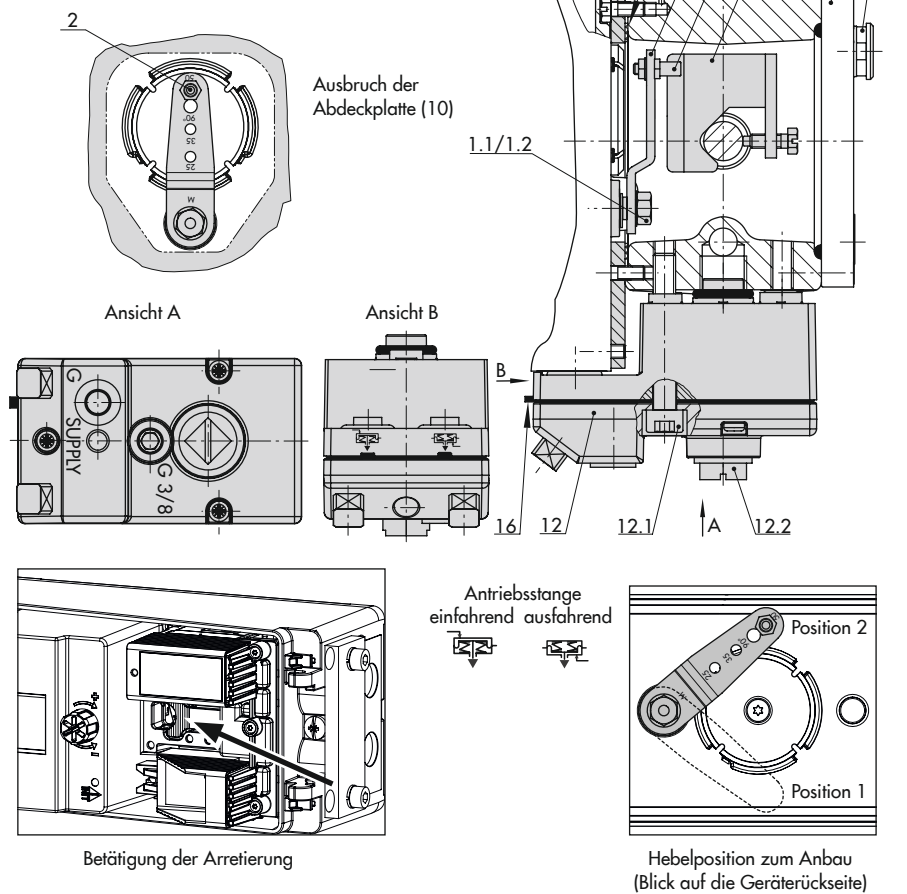

Bild 5-15: Direktanbau an Antrieb Typ 3277 mit 175 bis 750 cm²
Um die Stellungsreglerwelle beim Anbau an das Ventil zu arretieren, mit einem Schlitzschraubendreher in die Nut der Grenzkontaktbaugruppe eingreifen und Welle in Position 2 halten, vgl. Bild 5-15.
- Vgl. Bild 5-15
1. Mitnehmer (3) an die Antriebsstange setzen, ausrichten und so festschrauben, dass die Befestigungsschraube in der Nut der Antriebsstange sitzt.
2. Abdeckplatte (10) mit schmaler Seite des Ausbruchs in Richtung zum Stelldruckanschluss befestigen, die aufgeklebte Flachdichtung (14) muss zum Antriebsjoch zeigen.
3. Stiftposition des Abtaststifts (2) am Hebel M (1) kontrollieren. Anbausituation den Hubtabellen entnehmen und Stift ggf. umsetzen (vgl. Kap. 5.2.1).
4. Formdichtung (15) in die Nut des Stellungsreglergehäuses einlegen.
5. Hebel so lange gegen den Uhrzeigersinn drehen, bis die Federkraft spürbar (Position 1) ist und anschließend in die Position 2 (vgl. Bild 5-15, unten rechts) weiterdrehen.
6. Arretierung der Welle betätigen (vgl. Bild 5-15, unten links), um Hebel in Position 2 zu halten.
7. Stellungsregler an der Abdeckplatte so aufsetzen, dass der Abtaststift (2) auf der Oberseite des Mitnehmers (3) zu liegen kommt. Der Hebel (1) muss mit Federkraft auf dem Mitnehmer aufliegen.
9. Arretierung der Welle des vorbereiteten Stellungsreglers betätigen (vgl. Bild 5-15, unten links) und Hebel in Position 2 halten.
10. Stellungsregler so aufsetzen, dass der Abtaststift (2) auf der Oberseite des Mitnehmers (3) zu liegen kommt. Der Hebel (1) muss mit Federkraft auf dem Mitnehmer aufliegen.